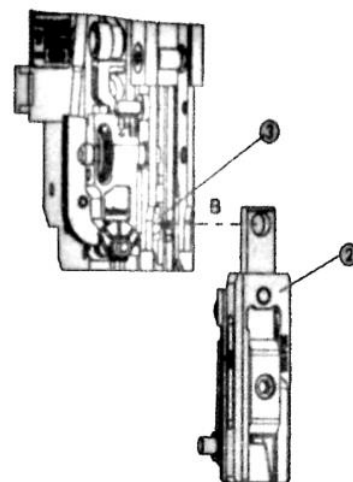

Рис. 14
- Замена сгибающего механизма (Рис. 14 и 15)